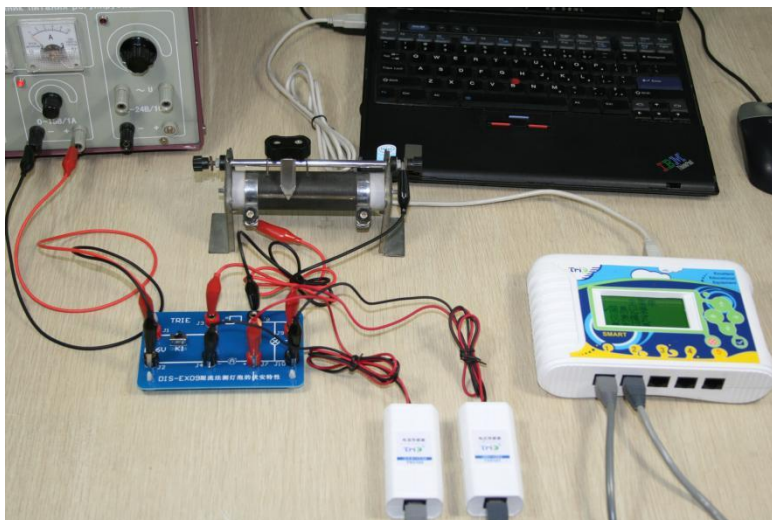

Рис.3 Собранная экспериментальная установка
1. Как показано на рис.3, подключите датчик напряжения и датчик тока к регистратору данных, затем подключите регистратор к компьютеру с помощью USB-кабеля;